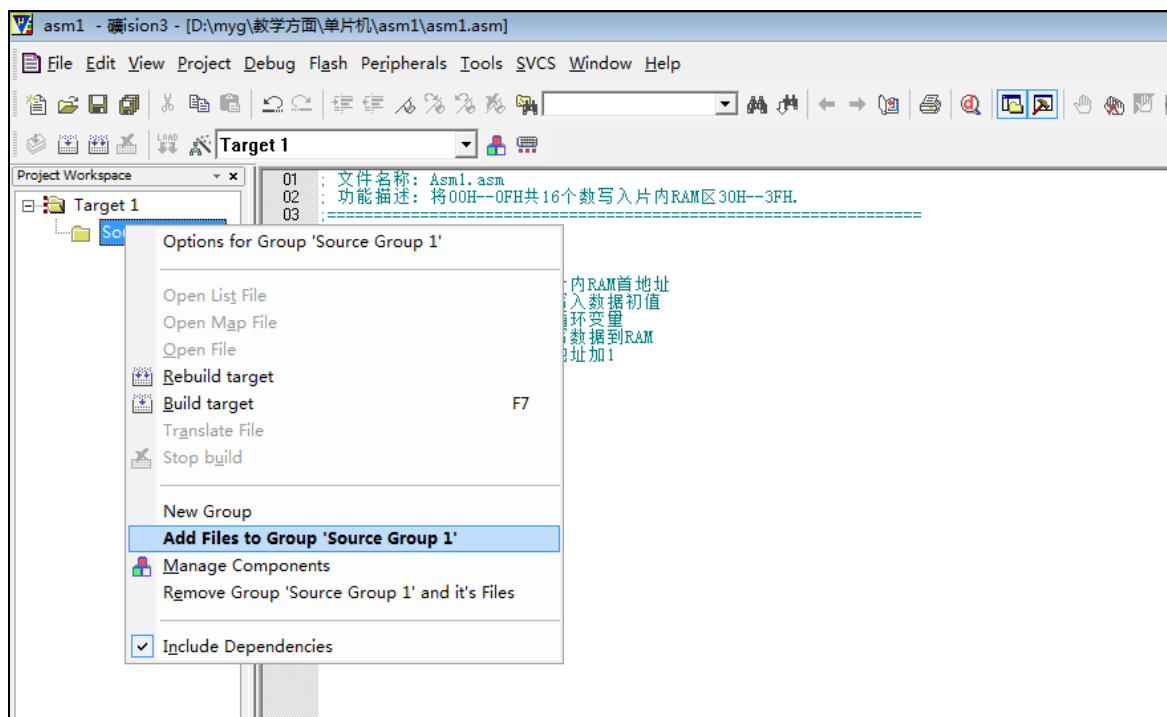
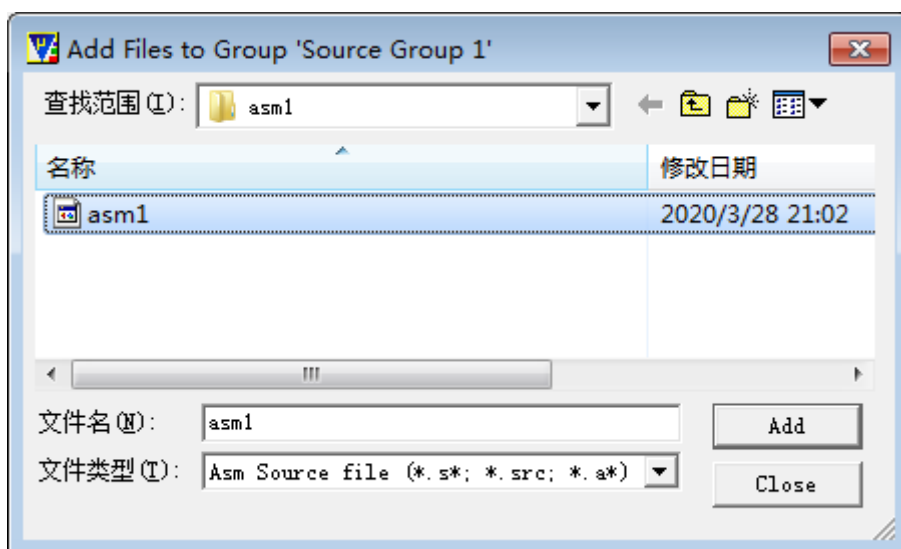

图2-1-7 添加源程序文件快捷菜单
图2-1-8 添加源程序文件对话框
(6) 程序文件建立后，并没有与Asm1.Uv2 工程建立任何关系。此时，需要将Asm1.asm源程序添加到Asm1.Uv2 工程中，构成一个完整的项目。在Project Window 窗口内，选中Source Group1 点击鼠标右键，会弹出如图2-1-7 所示的快捷菜单，选择Add Files to Group ‘SourceGroup1’ 命令，此时弹出如图2-1-8 所示的添加源程序文件对话框，选择文件Asm1.asm，点击Add 命令按钮即可将源程序文件添加到工程中。